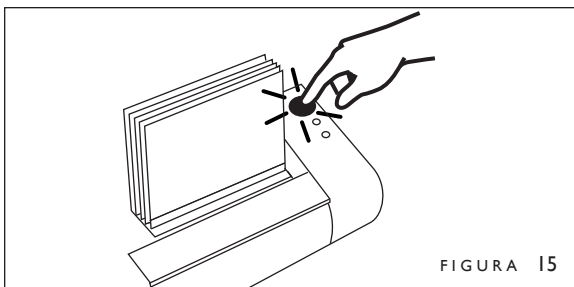

FIGURA 15
6. Presione el botón ENCUADERNAR (figura 15). La unidad iniciará el proceso de encuadernación.